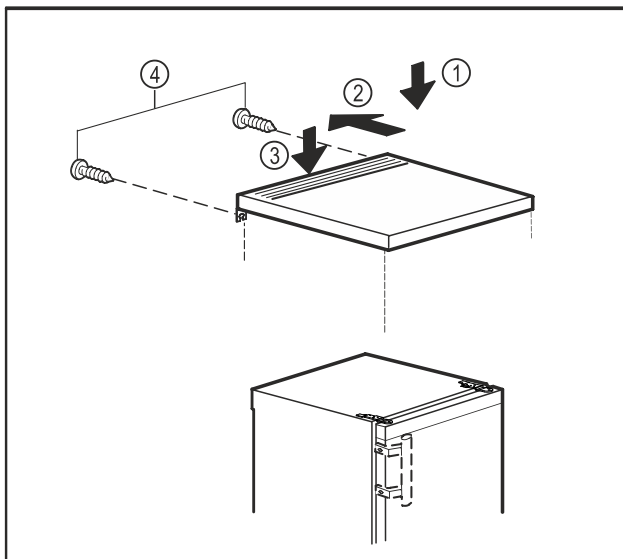

Fig. 19
- ▶ Položte dosku stola na zariadenie. Fig. 19 (1)
- ▶ Posuňte dosku stola nadol. Fig. 19 (2)
- ▶ Zatlačte dosku stola dozadu. Fig. 19 (3)
- ▶ Zaskrutkujte skrutky na zadnej strane. Fig. 19 (4)